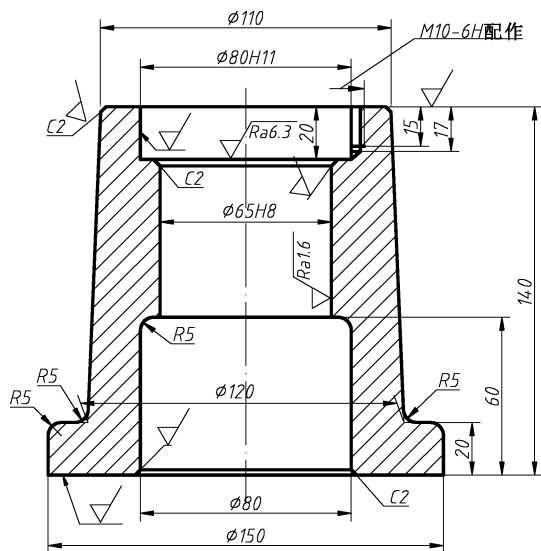

图 11-30 尺寸标注示例
5) 绘制表面粗糙度符号或插入块，将其移动到各相应位置，并修改其数值，结果如图11-30所示。